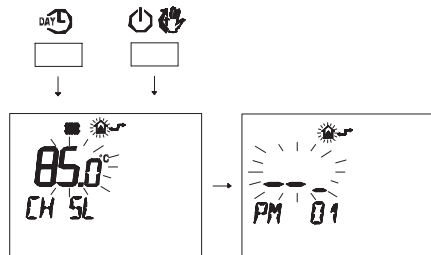

Figura 5.43
- Pulse simultáneamente los botones **DAYL** y **PM** para entrar en la modalidad de programación transparente (Figura 5.43).